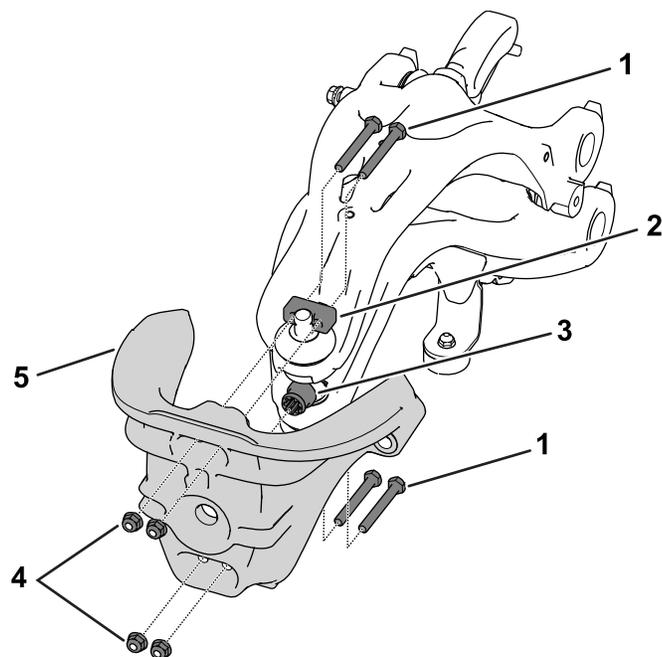

Рисунок 3
- Отверните болты с шестигранными головками (5/16 x 2½ дюйма), гайки (5/16 дюйма) и снимите зажимы, которые крепят вилку поворотного кулака к подвеске (Рисунок 3).
- Снимите пластмассовую шлицевую уплотнительную втулку с вилки поворотного кулака (Рисунок 3).
- Используйте крепежные детали, снятые при выполнении пункта 3, для установки вилки поворотного кулака на подвеску (Рисунок 3).